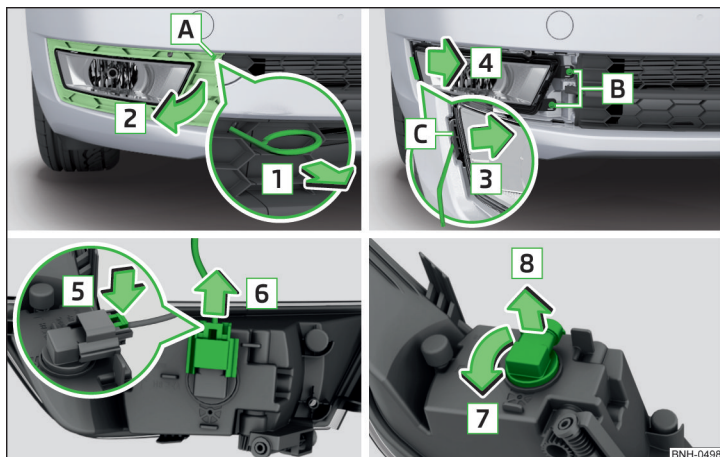

Abb. 185 Nebelscheinwerfer ausbauen / Glühlampe wechseln
- In die Öffnung **A** » Abb. 185 den Bügel zum Abziehen der Radvollblenden » Seite 163, Bordwerkzeug einführen.
- Den Nebelscheinwerfer entgegen der Pfeilrichtung **4** » Abb. 185 einsetzen und festschrauben.